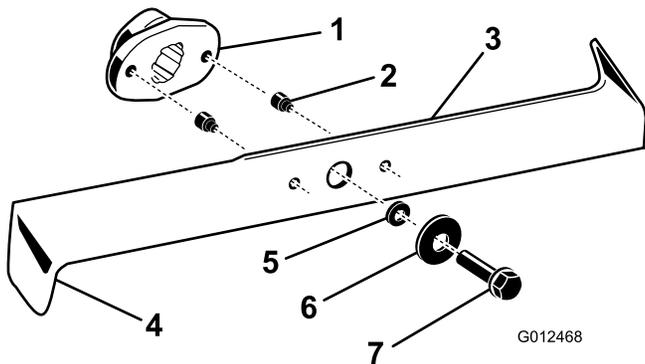

Bild 39
2. Untersuchen Sie die Schnittkanten (Bild 39). Bauen Sie die Schnittmesser aus und schärfen sie, wenn die Kanten nicht scharf sind oder Kerben aufweisen; siehe Schärfen der Messer“.
3. Prüfen Sie die Schnittmesser, insbesondere die gebogenen Kanten (Bild 39). Montieren Sie neue Messer, wenn Sie eine Abnutzung oder Beschädigung dieses Bereichs feststellen.
4. Ersetzen Sie die Scherbolzen sofort, wenn Sie gebrochen sind (Bild 39).
3. Entfernen Sie die Messerschrauben, Scheiben und Messer (Bild 39). Sie können einen Holzklötzchen zwischen das Schnittmesser und das Mähwerk keilen, um das Schnittmesser beim Entfernen der Schraube zu blockieren.
1. Montieren Sie die Schnittmesser, Scheiben und Messerschrauben (Bild 39).